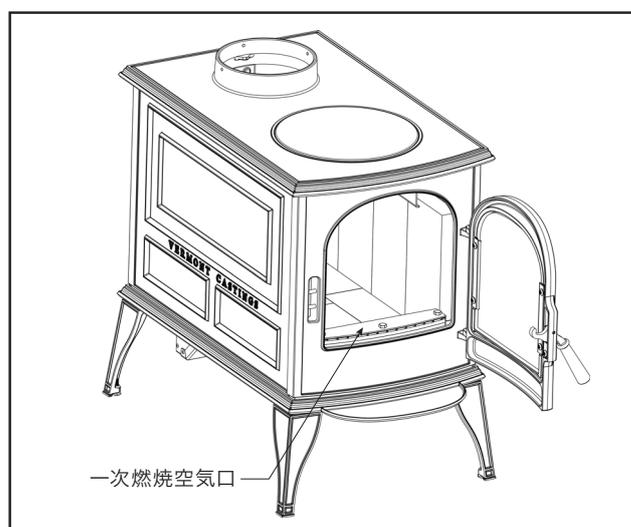

図2.2 一次燃焼空気口。
- 1.ファイヤーツールを使用し、熾火を崩してください。熾火を火室内後ろから前へ集めます。これは火が前から後ろに移動することで、燃焼効率を向上させるためです。一次燃焼空気口を灰でふさがないように注意してください。(図2.2)